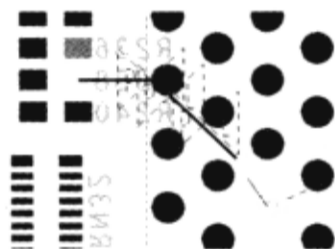

图 4-2-11 DRC 错误
(4) 向 XU1 显示飞线的引脚移动指针，开始布线，在空间中单击一点，可以看到 DRC 标志出现在引脚上，并且 DRC 标志有“PL”文本，如图 4-2-11 所示。这是一个引脚到线的设计规则违背。控制面板的“Bubble”选项设置为“Off”，允许完成布线。当完成布线，出现 DRC 标志表明设计规则违背。
(5) 在工作空间单击鼠标右键→从弹出的菜单中选择“Oops”，DRC 标志消失。